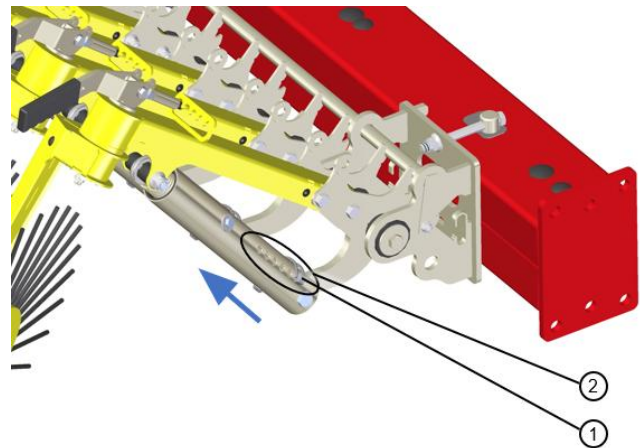

Abbildung 27
Der Arbeitsdruck der Werkzeuge kann zusätzlich zur hydraulischen Verstellung auch individuell pro Werkzeugarm eingestellt werden. Dafür muss der Rohrklappsplint (1) in die jeweilige Position (2) gesteckt werden. Je weiter der Splint in Pfeilrichtung gesteckt wird, desto geringer der Arbeitsdruck. Ist der Splint im Loch laut Abbildung 27 abgesteckt, ist der Arbeitsdruck am größten.